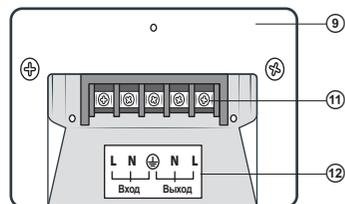

Рис. 4. Клеммная коробка
• Подключение производить только к выключенному стабилизатору. Для этого необходимо открыть клеммную коробку ⑨ и при помощи соответствующих кабелей (в комплект не входят) подключить к клеммам ⑩ стабилизатора соответствующую нагрузку, а затем подключить сам стабилизатор к сети 220 В согласно схеме ⑫ на рис. 4.
• Включите стабилизатор выключателем ⑦. И только после этого включайте подключенные устройства-потребители.
• В случае корректной работы засветится индикатор «Сеть» ②, индикатор ① будет отображать напряжение на выходе стабилизатора, т. е. выходное напряжение.
• При выходе напряжения сети за пределы стабилизации (нижний порог 133 В, верхний порог 268 В) горит индикатор ④, стабилизатор автоматически отключает нагрузку, а на индикаторе ① отображается «L» или «H».